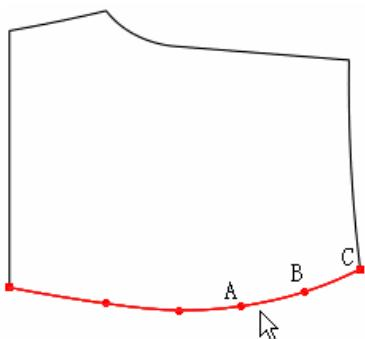

图 1
**情况一、**如下图 1，调整点 C 时，点 A、点 B 按比例调整。